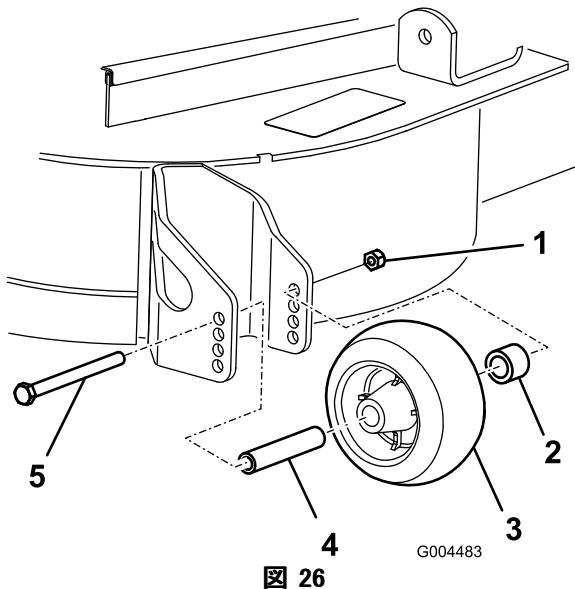

図 26
3. 刈高を変更後、ローラのフランジナット、ブッシュ、スペーサ、ボルトを外して（図 26）、ローラの高さ調整を行う。
5. フランジナット、ブッシュ、スペーサ、ボルトを取り付ける。ボルトを54-61 Nm (5.6~6.2 kg.m) にトルク締めする(図 26)。